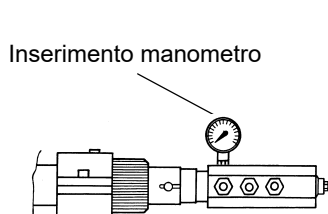

Fig. 4
2. Spingere VD in avanti fino alla battuta, fig. 4.